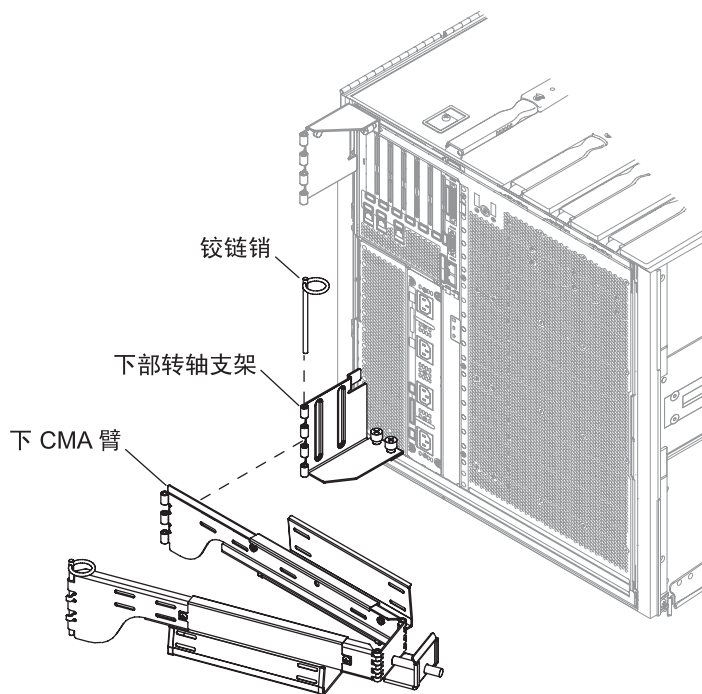

图 1-20 安装下 CMA 臂和转轴支架
6. 将转轴支架安装到底盘后，使用先前拆下的铰链销将其固定到下 CMA 臂，如图 1-20 所示。